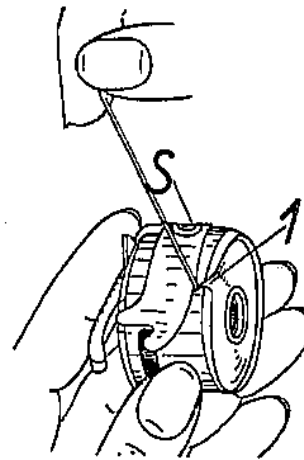
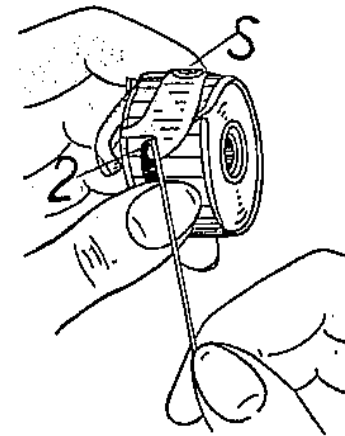

Abb. 6
Abb. 7
6. Fadenende in den Kapselschlitz führen (Abb. 6) und unter Festhalten der Spule unter die Spannungsfeder ziehen. (Abb. 7).